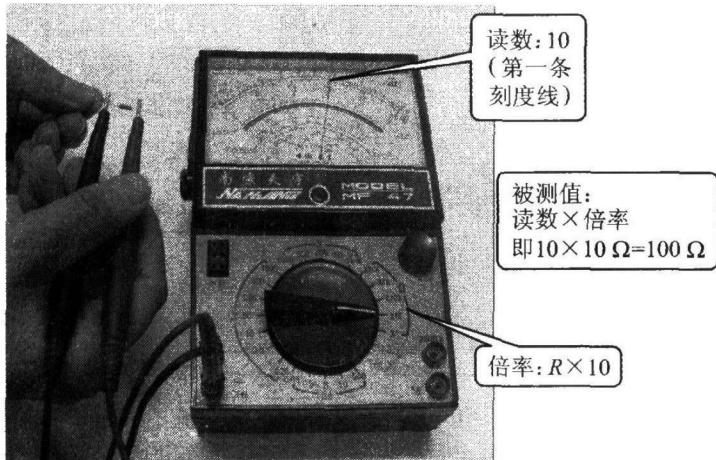

图 1-1-5 万用表测电阻器两端阻值
- ③将电阻器接入红黑表笔之间，如图 1-1-5 所示，观察并记录读数。将测量数据记入表 1-1-2。